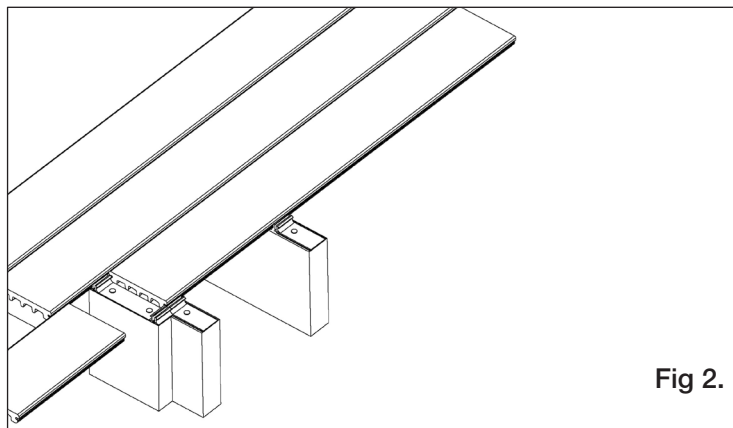

Fig 2.
- NO se permite compartir las tiras de fijación ocultas entre dos tablonos. Hermanar la estructura adicional donde se produce la junta a tope y luego recortar una tira de fijación oculta para acomodar cada tablón y fijarlo por separado a la estructura adicional. (Fig. 2)